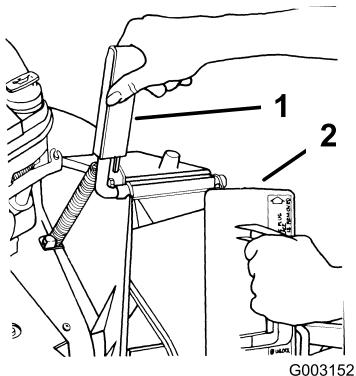

Figura 6
- Abra la puerta de descarga tirando del tirador hacia adelante y desplazando la puerta hacia atrás (Figura 6). Mientras inserta el tapón, sujeté el tirador de la puerta para evitar que el muelle cierre la puerta.
- Puesto que el tapón es algo más ancho que la abertura del conducto de descarga, gire el tapón ligeramente en el sentido de las agujas del reloj al insertarlo (Figura 6).